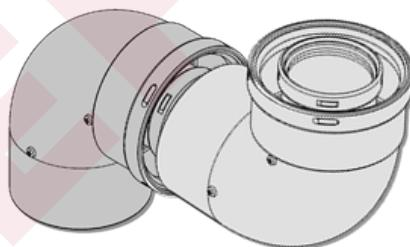

Рис. 30 Два колена соединённые напрямую.
- Не рекомендуется** одно колено напрямую соединять с другим коленом (См. Рис. 30) Для стабилизации потока газа всегда необходимо между коленами вставлять участок прямой трубы (минимум 0,5 м. для колена  $90^\circ$  и 0,2 м. для колена  $45^\circ$ ). В случае если приходится соединять два колена  $90^\circ$  друг за другом, без минимального участка для стабилизации, то при расчёте длины дымохода **необходимо** учитывать, что в этом случае потеря давления в каждом колене увеличивается в два раза.